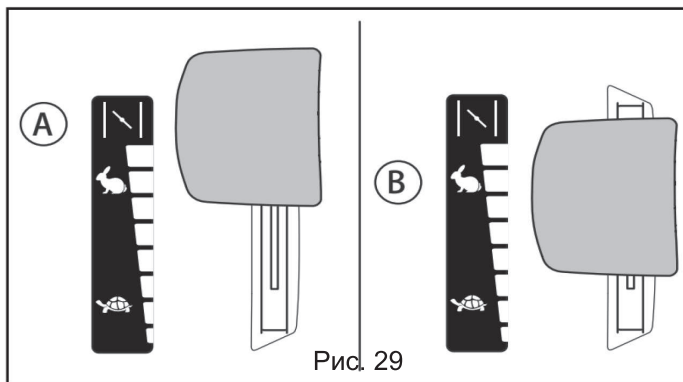

Рис. 29
6.После того, как двигатель прогреется, переведите рычаг управления дроссельной заслонкой вверх, в положение «Заяц» (Положение В, Рис. 29) и эксплуатируйте машину (передвижение, кошение) только на высоких оборотах двигателя.